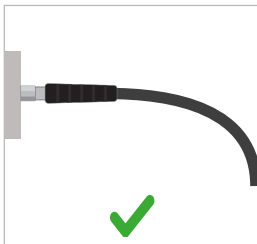
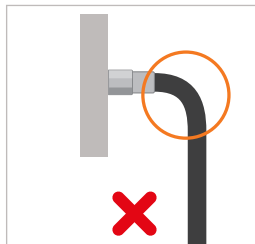

Figure 1
Figure 2
- ▶ Assurez-vous que la courbure d'un flexible débute uniquement après une longueur de 19 mm afin d'éviter toute torsion et sollicitation de traction (*Figure 1* et *Figure 2*).